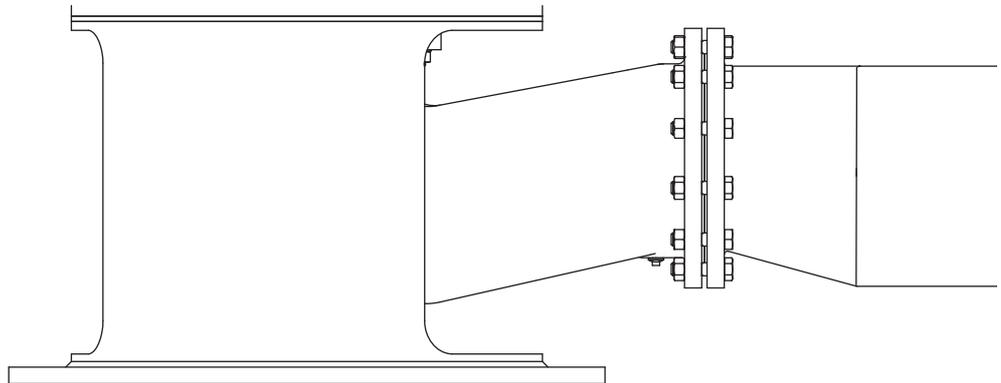

Abbildung 4: Exzentrisches Reduzierstück zum Ansaugflansch.
- Hat die Saugleitung einen größeren Querschnitt als der Saugstutzen, muss ein exzentrisches Reduzierstück eingesetzt werden, sodass kein Luftsack und keine Wirbel entstehen können. Siehe Abbildung 4.